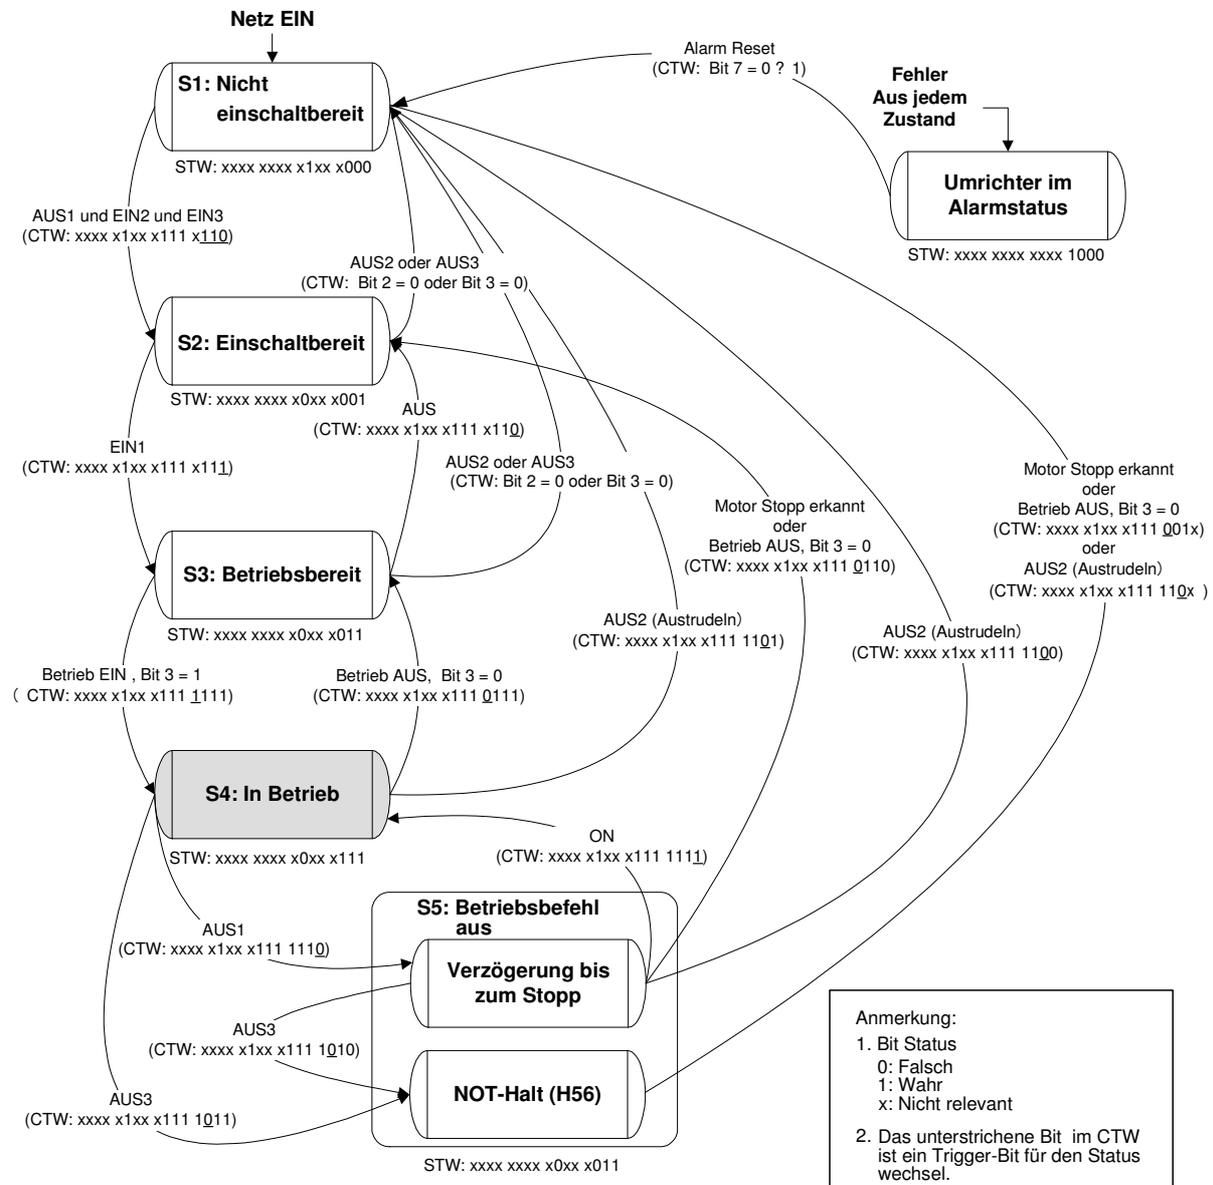

Abbildung 7-2 Fluss-Diagramm des PROFIdrive Profils
Vergleichen Sie hierzu auch Abschnitt (2) "STW (Status Wort)" und Abbildung 7-2 Fluss-Diagramm des PROFIdrive Profil auf den folgenden Seiten.
**(2) STW (Status Wort)**
Abbildung 7-2 zeigt das Fluss-Diagramm des PROFIdrive Profils.
**Hinweis** Um die Erklärung in Abbildung 7-2 zu vereinfachen wurden die Bits 4 bis 6 und Bit 10 im CTW immer auf "1" gesetzt. Ist eins dieser Bits nicht "1" geht der Umrichter nicht in den in Betriebs Status.